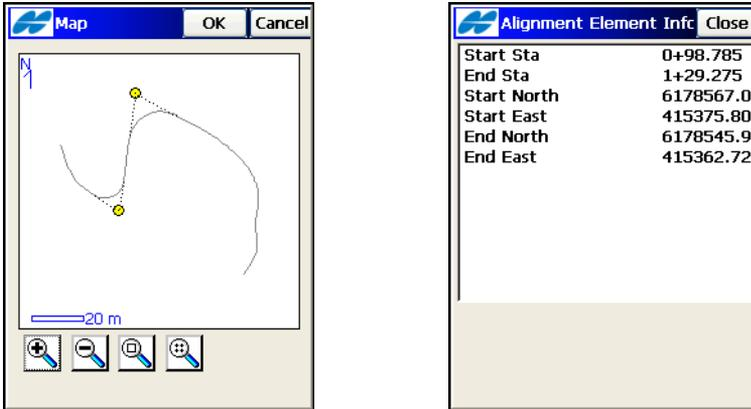

Abbildung 7-8. Informationen zu Achselementen
- Außerdem können Sie die Daten für das markierte Element direkt in der großen *Kartenansicht* aufrufen, indem Sie doppelt in das kleine Zeichnungsfenster tippen. Wählen Sie dann das Trasselement und tippen Sie doppelt darauf, um die Informationen anzuzeigen (siehe Abbildung 7-8 auf Seite 7-8).